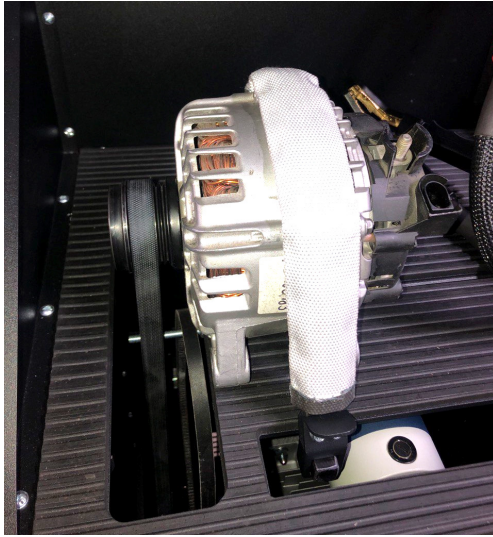

Рисунок 14. Монтаж і фіксація генератора на стенді
**УВАГА!** Положенням ланцюга на генераторі потрібно домогтися того, щоб після натяжки ременя генератор був у горизонтальному положенні (див. рис. 14). Нахил генератора призводить до проковзування ременя на шківі та швидкого його зносу.